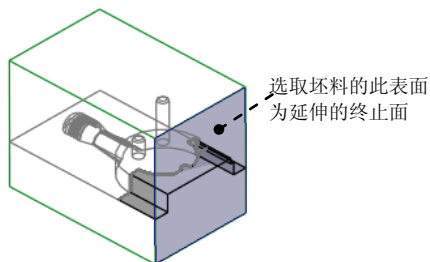

图 10.18 选取延伸的终止面
② 在系统 选择曲面延伸所至的平面. 的提示下, 选取图 10.18 所示的坯料的表面为延伸的终止面。